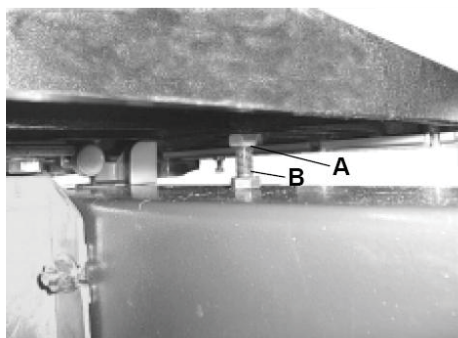

Рис. 10
- Знову затягніть стопорну гайку (В), зафіксуйте положення столу (Рис. 10).